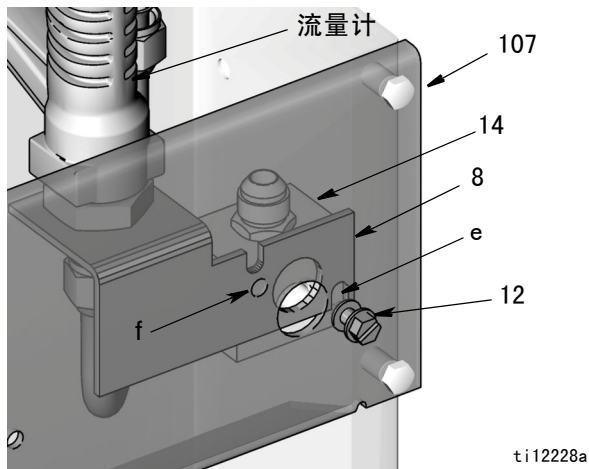
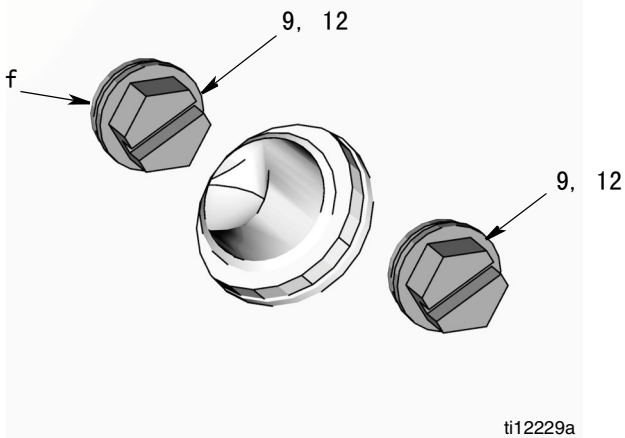

图 14
图 15
支架 (8) 应配入歧管 (14) 与前面板 (107) 之间的位置, 缺口 (e) 应在螺丝 (12) 螺纹的上面 (在步骤 3 中安装) (参见图 14)。
- 将垫圈 (9) 和螺丝 (12) 安装在开孔 (f) 内 (图 14 和图 15)。牢牢拧紧。